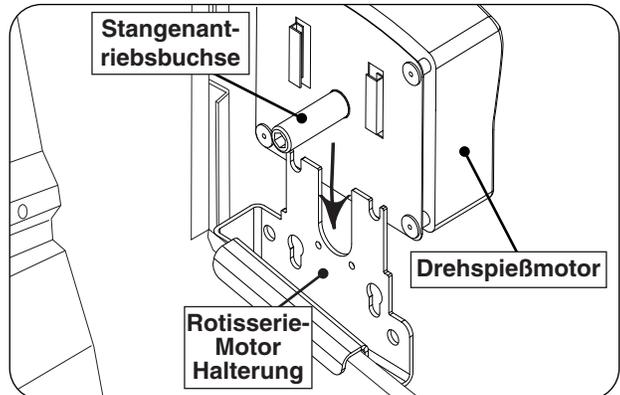

Abb. 30-2 Rotisserie-Motor einbauen
2. Schieben Sie den Rotisserie-Motor vollständig auf die Motorhalterung auf der rechten Seite des Grills (siehe Abb. 30-2) und schließen Sie ihn an eine Stromquelle an (nicht einschalten).